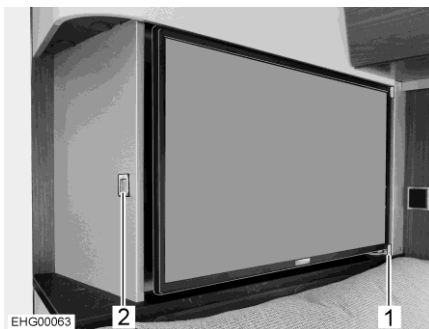

Fig. 85 Pantalla plana
Pantalla plana integrable La pantalla plana (Fig. 85,1) está retenida al lado por un riel guía.
- Pulsar el botón de desbloqueo (Fig. 85,2).
- Extraer la pantalla plana del riel guía (Fig. 85,1) a la posición deseada.
- Empujar la pantalla plana hacia atrás hasta que engatille en el riel guía (Fig. 85,1).